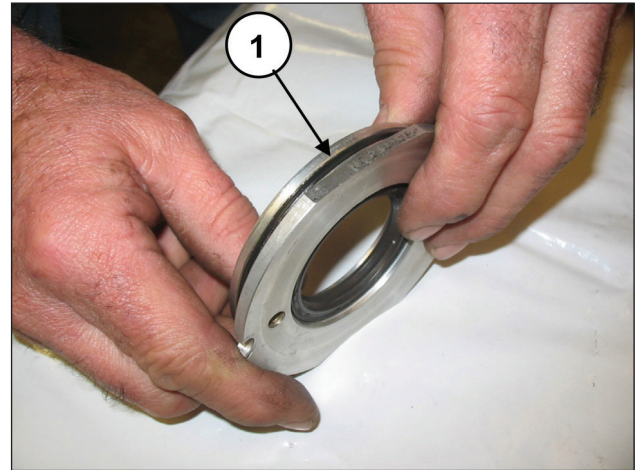
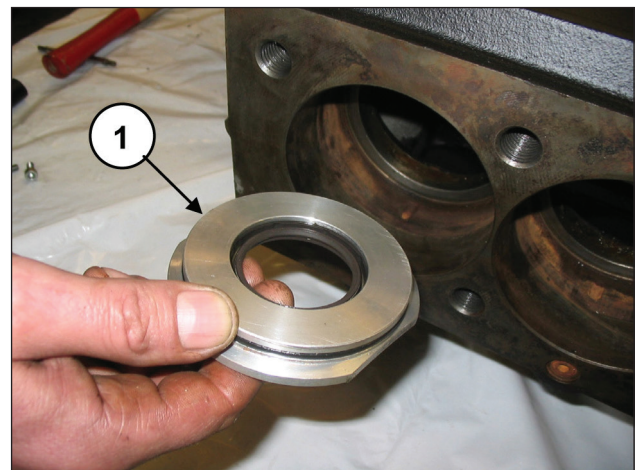

Fig. 140
Fig. 141
Posicione o anel O-ring (pos. ①, Fig. 140) na base da tampa da junta de óleo e insira o grupo montado no interior do cárter na respectiva base (pos. ①, Fig. 141).